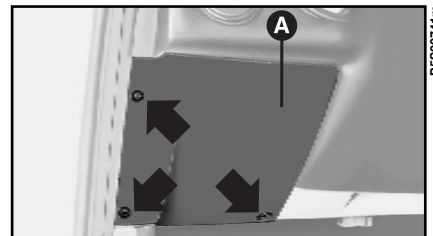

fig. 29
- 2) enlever la protection **A**-fig. 29. Lors du remontage, insérer correctement la protection sous le joint de la porte.